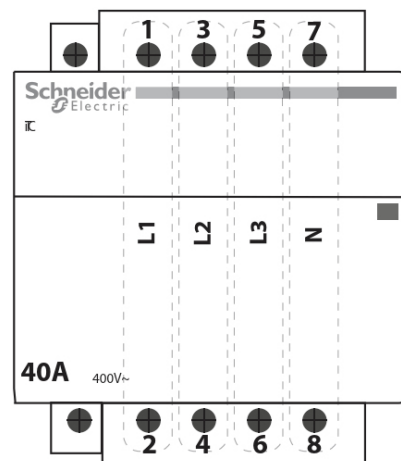
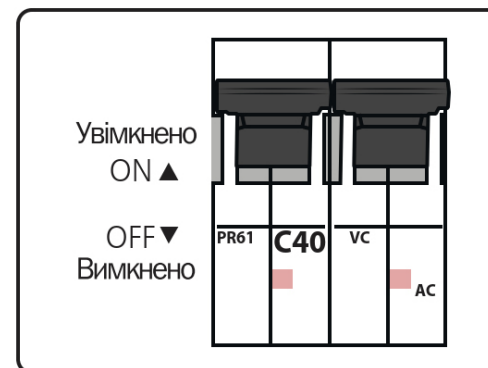

Рис. 2. Контактор магнітний
Рис. 3. Автомат вмикання
- магнітного контактора номінального струму БКФ на фазу (Рис. 2. Контактор магнітний).
УВАГА! На магнітному контакторі, на лицьовій стороні (Рис. 2), повинно бути вказано значення струму, аналогічне тому, що на автоматі включення (Рис. 3). Значення струму на магнітному контакторі може відрізнятися в більшу сторону (Контактор на 63А, а стабілізатор на 50А), але **НІКОЛИ НАВПАКИ!** Це може призвести до несправності БКФ чи його виходу з ладу.